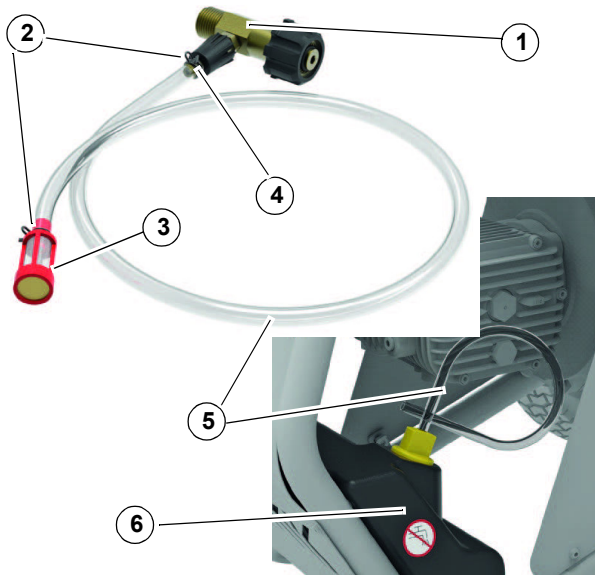
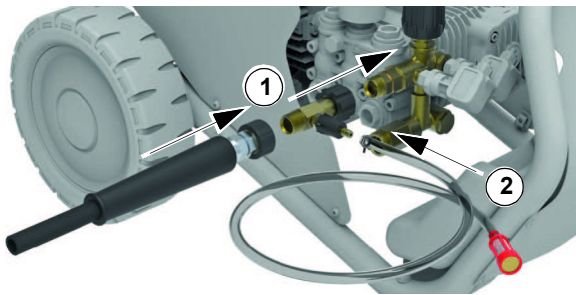

Abb. 10: Betrieb mit Reinigungsmittel
Abb. 11: Anschluss
Schritt 2: Das freie Ende des Reinigungsmittelansaugschlauchs (Pos. 5, Abb. 10, bzw. Pos. 17, Abb. 4) mit der mitgelieferten Schelle (Pos. 2, Abb. 10) am Reinigungsmittelansaugstutzen (Pos. 4, Abb. 10) des Strahldüsenatzes befestigen (Pos. 1, Abb. 11).
- Schritt 3: Den Schnellkupplungsanschluss des Strahldüsenatzes (Pos. 1, Abb. 10) mit dem Wasserausgangsanschluss (Pos. 11, Abb. 4) verbinden und festziehen. Danach die Ringmutter von Hand fest anziehen (Pos. 2, Abb. 11).
- Schritt 4: Den Schlauch (Pos. 5; Abb. 11) in den bereits mit dem Reinigungsmittel gefüllten Tank (Pos. 6, Abb. 10, bzw. Pos. 7, Abb. 4) stecken.
Monatlich	1. Reinigung des Reinigungsmittel-Saugfilters (Pos. 3, Abb. 10). Den Filter unter fließendes Wasser halten oder mit Druckluft ausblasen. Bei Bedarf ein Anti-Kalk-Mittel zur Reinigung verwenden oder den Filter austauschen. 2. Düsenreinigung. Zum Reinigen die mitgelieferte Nadel in die Düsenöffnung einführen. Sollte die Reinigungswirkung nicht ausreichen, die Düse bitte ersetzen. Die Düse kann mit einem 14-mm-Steckschlüssel (nicht im Lieferumfang enthalten) ausgetauscht werden. 3. Wasserzulauf- und -ablaufkreislauf auf ordnungsgemäße Funktion prüfen. 4. Reifendruck prüfen. 5. Befestigung der Pumpe am Motor und des Motors am Rahmen überprüfen. Wenn die Befestigungen nicht richtig festsitzen, darf der Hochdruck-Reiniger nicht verwendet werden.